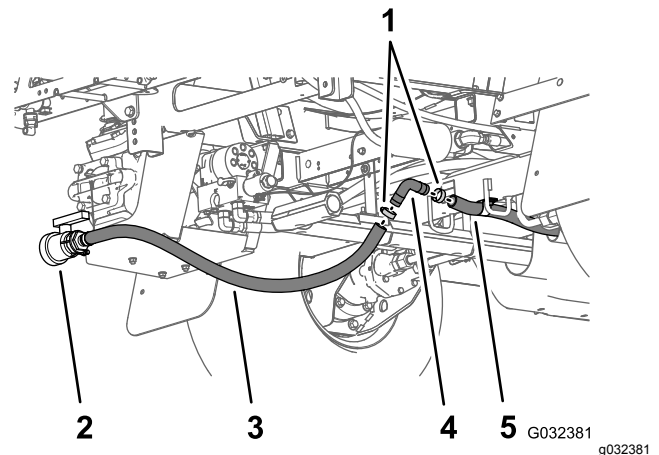

Figura 55
- Insira a união roscada de 90° que retirou no passo 3 no tubo da válvula de drenagem e no tubo de drenagem do depósito traseiro (Figura 55).
- Prenda a união roscada de 90° e os tubos de drenagem com as 2 braçadeiras de tubos que retirou no passo 2 (Figura 55).